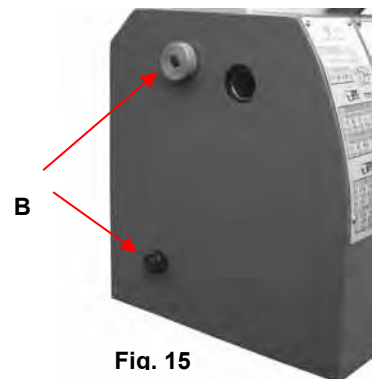

Fig. 15
1. Dévisser les deux vis de fixation (B, fig.15) et retirer le couvercle de protection.